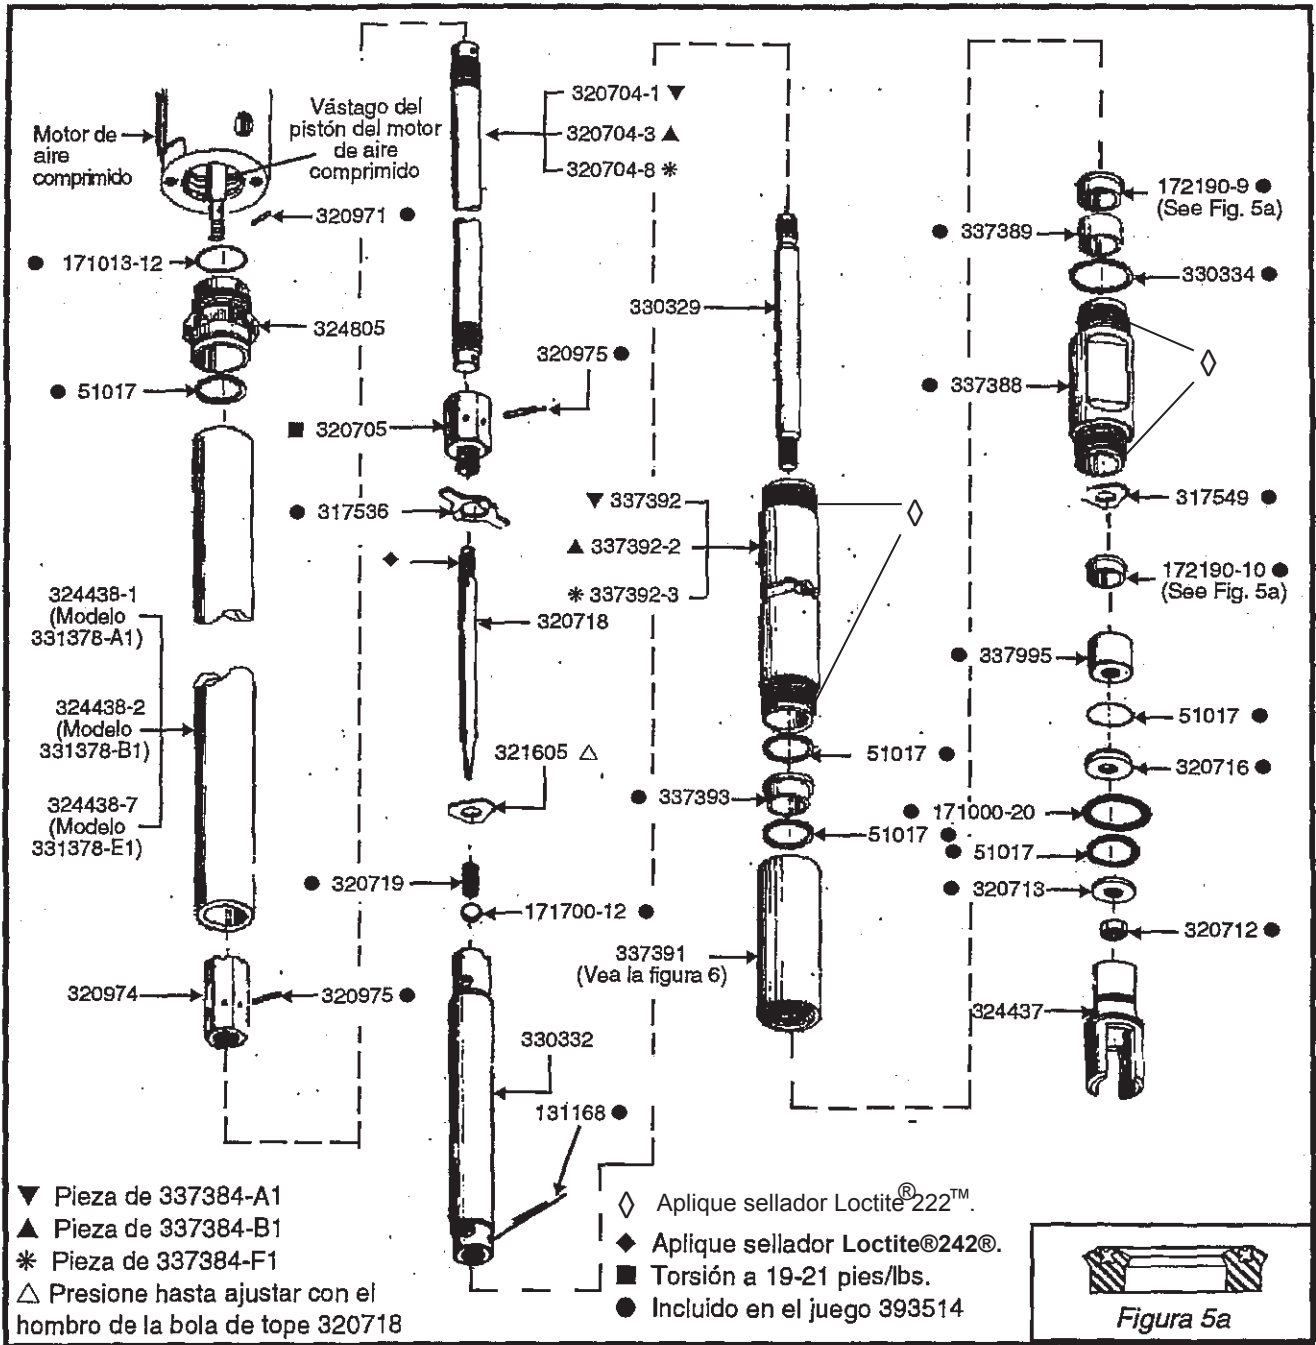

Figura 5: Reensamblaje del tubo de bombeo 337384-A1, 337384-B1 ó 337384-F1
(Figura 5)
REENSAMBLAJE DEL TUBO DE BOMBEO (FIGURA 5)
14. Deslice la junta obturadora 330334 sobre el extremo de la extensión 337388 habiendo expuesto el metal más allá del extremo de las roscas (consulte la figura 5 para orientar apropiadamente la extensión)
22. Engrase abundantemente el vástago de cebado 330329. Deslice la válvula con el sello en el vástago. (Consulte la figura 5 para orientar apropiadamente la válvula).